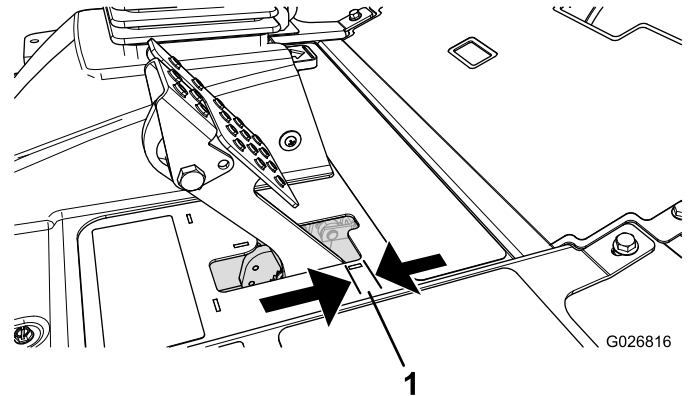

Figura 60
Regolate i freni se il pedale ha un "gioco" superiore a 2,5 cm (Figura 60), o quando è necessaria maggiore forza di tenuta. Per gioco s'intende la distanza che il pedale percorre prima che si avverta la resistenza della frenata.
2. Serrate il dado posteriore per spostare indietro il cavo, finché i pedali del freno non hanno un gioco compreso tra 6 e 13 mm (Figura 60), prima che la ruota si blocchi.